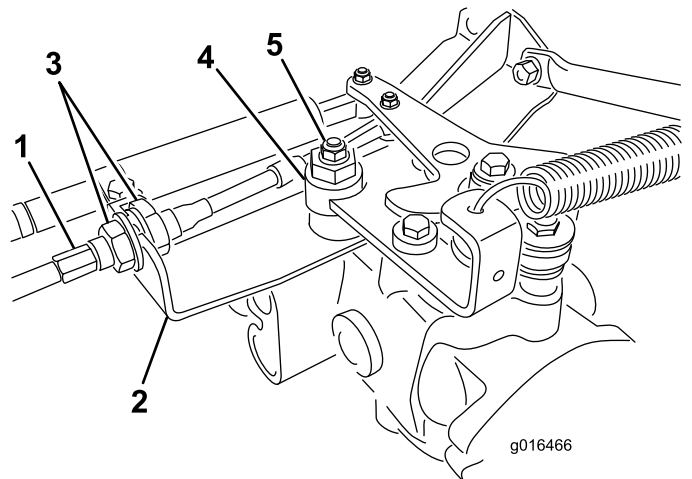

Figure 43
- A. Desserrez les écrous de blocage qui fixent le câble de commande de transmission à la traversée sur l'hydrostat (Figure 43). Assurez-vous que les écrous de blocage sont uniformément et suffisamment desserrés pour permettre le réglage.
- B. Desserrez l'écrou de fixation de l'excentrique en haut de l'hydrostat (Figure 43).
- D. Tournez l'excentrique jusqu'à ce que la roue ne tourne plus dans aucune direction. Lorsque la roue arrête de tourner, serrez l'écrou pour bloquer l'excentrique et le réglage (Figure 43). Vérifiez le réglage avec la commande d'accélérateur en position BAS RÉGIME, puis HAUT RÉGIME.
- E. De chaque côté de la traversée, serrez les contre-écrous **uniformément** pour fixer le câble de transmission à la traversée (Figure 43). Ne tordez pas le câble.